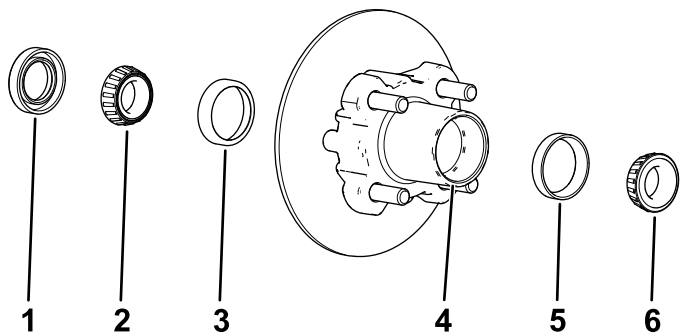

Figure 28
1. Déposez le roulement extérieur du moyeu (Figure 28).
2. Déposez le joint et le roulement intérieur du moyeu (Figure 28).
5. Éliminez la graisse, la saleté et les débris à l'intérieur de la cavité du moyeu (Figure 28).
7. Remplissez 50 à 80 % de la cavité du moyeu avec la graisse spécifiée (Figure 28).
8. Montez le roulement intérieur sur la bague, sur le côté intérieur du moyeu, puis posez le joint (Figure 28).